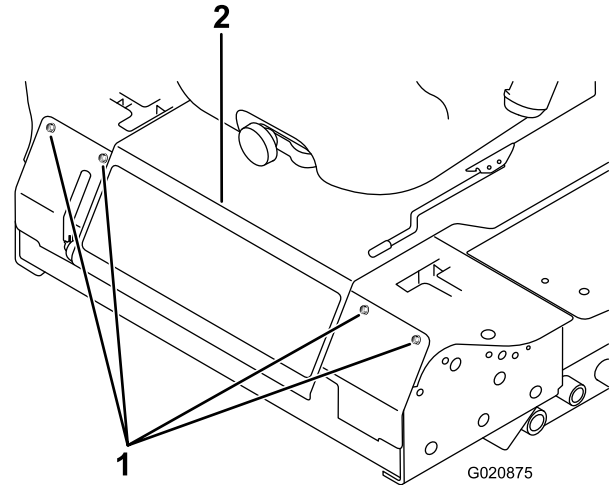

図 53
2. 前パネルを止めているボルトを外して前パネルを外す (図 53)。